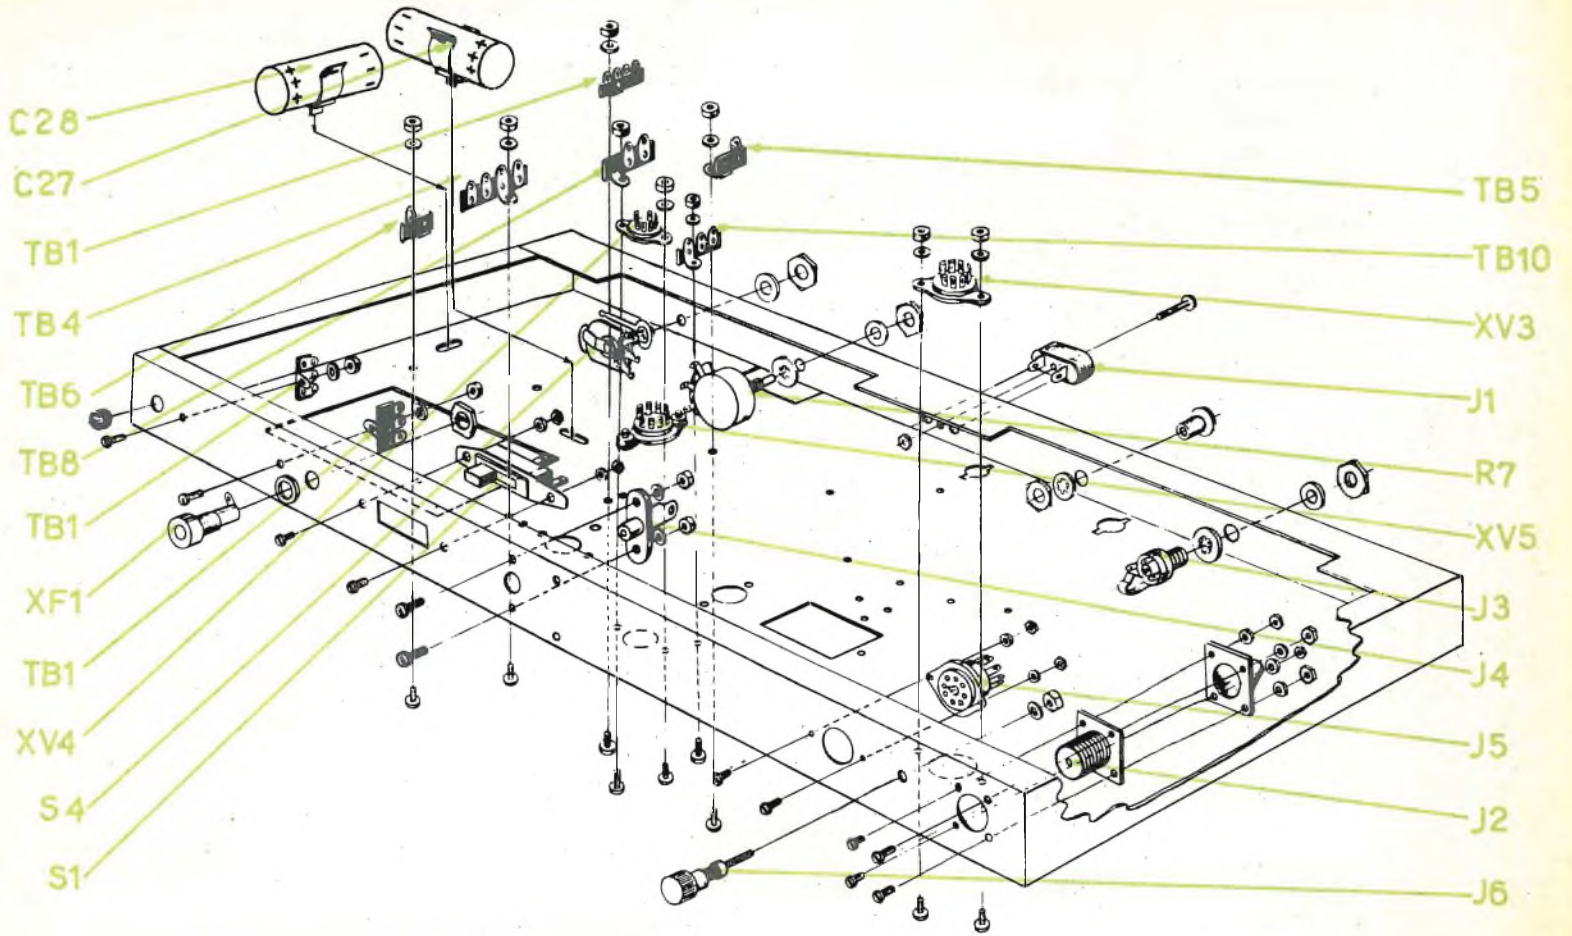

Fig. 1 - Montaggio dei componenti sulla parte inferiore dello chassis.
Montaggio dei componenti sulla parte inferiore dello chassis (Fig. 1).
- 8 - Montare il bocchettone d'antenna J2 come da fig. 1, dall'interno del telaio, mediante 4 viti da 4/40, rondelle e dadi. Non stringete le viti. Il coperchietto del bocchettone sarà montato successivamente.
- 18 - Montare i terminali a squadretta TB1, TB4, TB5 e TB10 secondo l'orientamento di fig. 1 e fissarli con viti da 6/32, rondelle e dadi da 6/32.
- 19 - Montare il porta-fusibili XF1 come da fig. 1 infilando la rondella di gomma all'esterno del telaio, sotto la testata del porta-fusibili ed il dado di bloccaggio all'interno. Non stringere eccessivamente a scampo di rottura del supporto isolante.